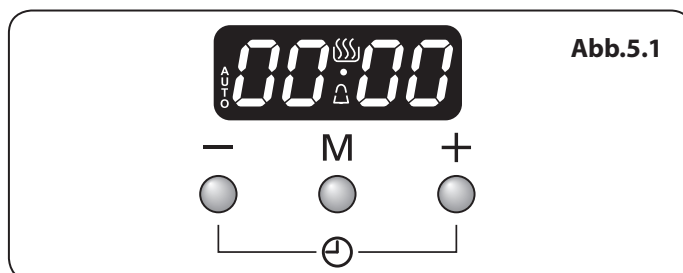

Abb.5.1
1. Die LCD-Uhr ist in (Abb.5.1). dargestellt. Sobald der Herd an den Strom angeschlossen und eingeschaltet ist, blinkt die Anzeige (00.00) und die Uhrzeit startet von (00.00).